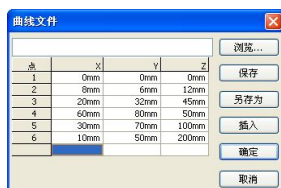
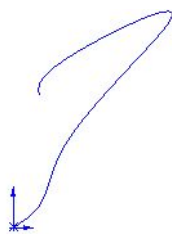

图 7-37 设置【曲线文件】对话框
图 7-38 生成通过 xyz 点的曲线
(1) 单击【标准】工具栏中的【新建】按钮，新建零件文件。
(2) 单击【曲线】工具栏中的【通过 XYZ 点的曲线】按钮或者选择【插入】|【曲线】|【通过 XYZ 点的曲线】菜单命令，弹出【曲线文件】对话框。
(3) 在【X】、【Y】、【Z】的单元格中输入生成曲线的坐标点的数值，如图 7-37 所示，单击【确定】按钮，结果如图 7-38 所示。